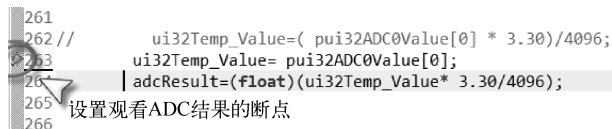

图 4-22 在图示位置设置观察 ADC 转换结果的断点
- ③ 添加一个观察 ADC 转换结果的断点，如图 4-22 所示。